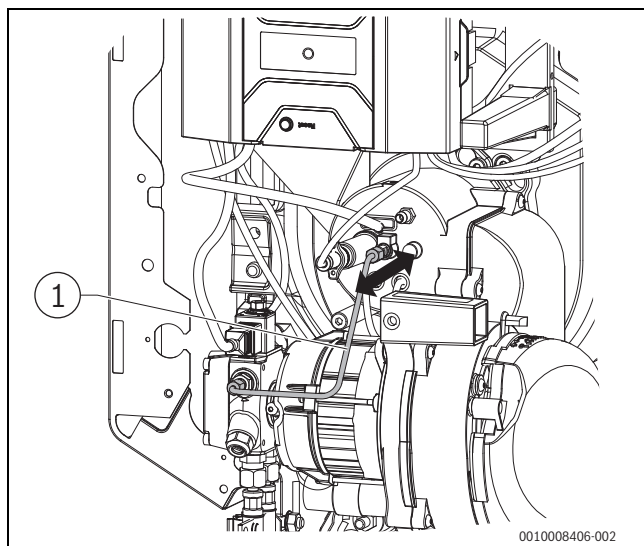

Fig. 42 Vérification de la bonne assise du système de mélange
- Retirer la conduite fioul (→ fig. 42, [1]) d'env. 5 mm.